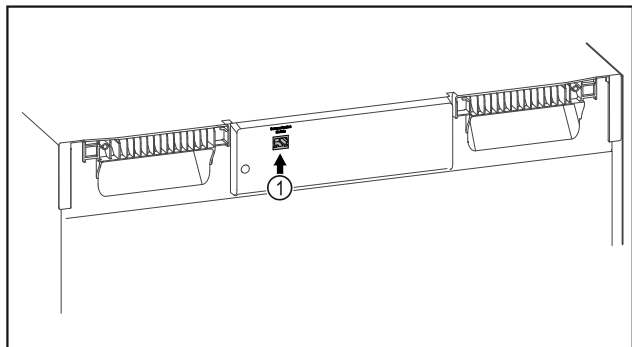

Fig. 89
- SmartModule Fig. 89 (1) on otettu käyttöön.